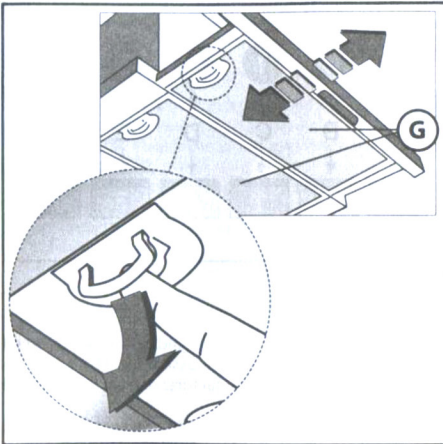

Fig.4
- Минимальная дистанция между опорной нагреваемой плоскостью и нижней частью кухонного дымососа должна быть не менее 65 см. Если применяется соединительная труба из двух и более частей, то верхняя часть должна располагаться снаружи нижней части. Не соединять выброс из вытяжки с каналом циркуляции горячего воздуха или с каналом, используемым для отвода дыма от устройств, запитываемых иной энергией кроме электрической. Перед тем как приступить к сборке устройства, для облегчения его монтажа отсоедините фильтр/жироулавливающий фильтр (Рис.4).